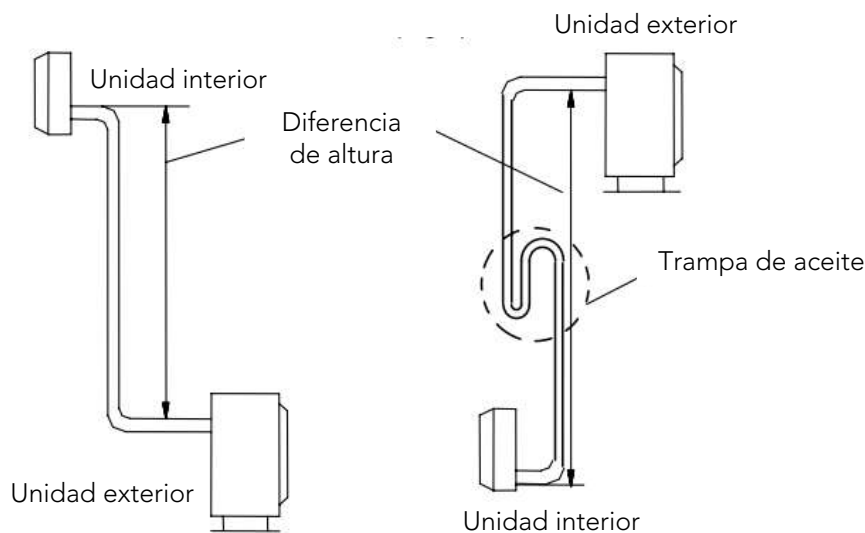

Fig 3
- Si la posición de instalación de la unidad exterior es más alta que la de la unidad interior y la tubería tiene más de 10 m, agregue una trampa de aceite en la tubería de gas cada 8 m (Fig. 3)